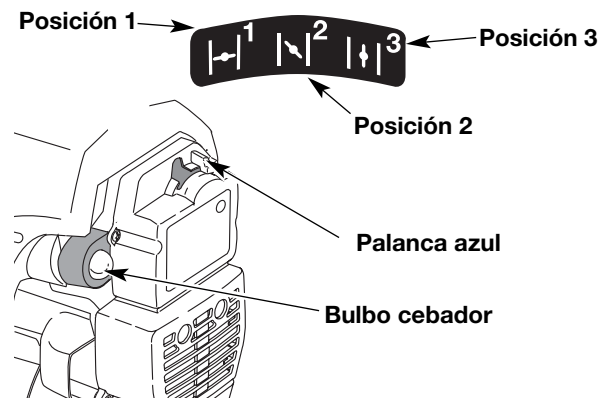

Fig. 11
**NOTA:** No hay necesidad de encender la unidad. El Control de Parada Encendido/Apagado (On/Off) está en la posición Encendido (ON) (I), en todo momento.
3. Coloque la palanca azul en Posición 1 (Fig. 11).